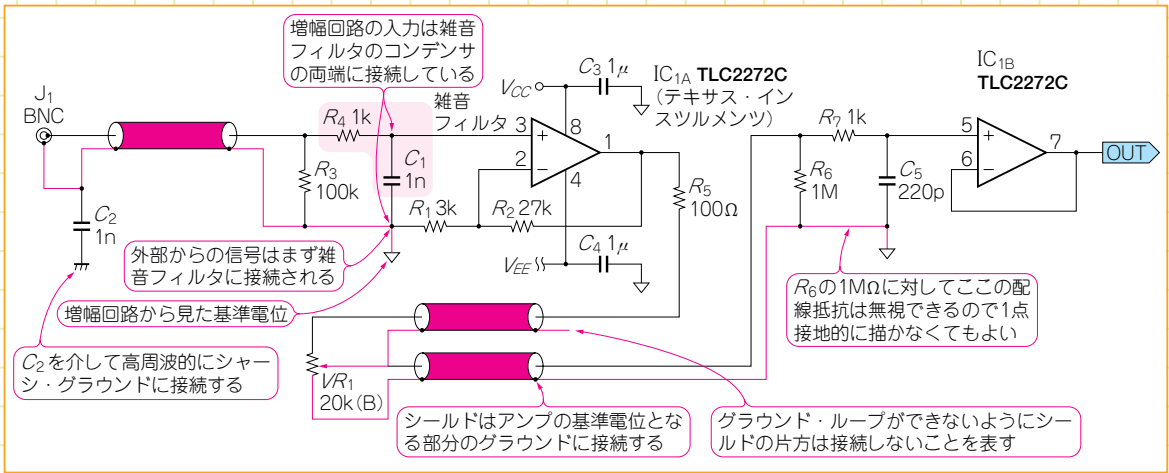

図1-3 回路図の描き方例その③…OPアンプ回路周辺
- アナログ回路：図1-3のように、グラウンドの接続に留意する